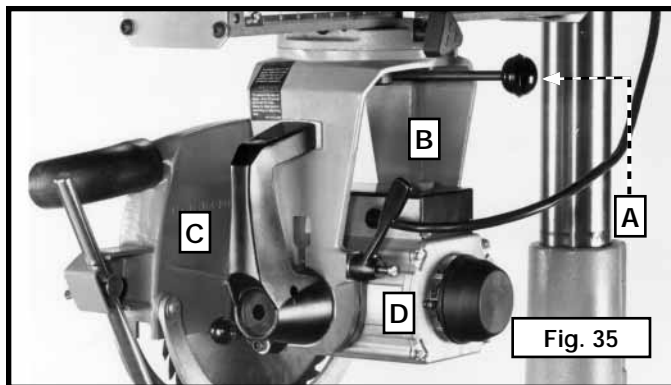

Fig. 35
El mango de sujeción de la horquilla (A) Fig. 35 permite que la horquilla (B) gire hacia las posiciones de corte longitudinal o transversal. Para volver a colocar el cabezal de corte en posición, empuje el mango de la horquilla (A) hacia atrás. Gire la horquilla (B) a la posición deseada. Para bloquear la horquilla en posición, tire del mango de fijación hacia usted.
1. Retire el conjunto del protector de la hoja (C) Fig. 35 y la hoja de sierra.
2. Retire la placa del extremo posterior del brazo guía y retire el conjunto del cabezal de corte (D) Fig. 35 del brazo guía.
3. Afloje el mango de sujeción de la horquilla (A) Fig. 35 y retire el pasador de chaveta (E).